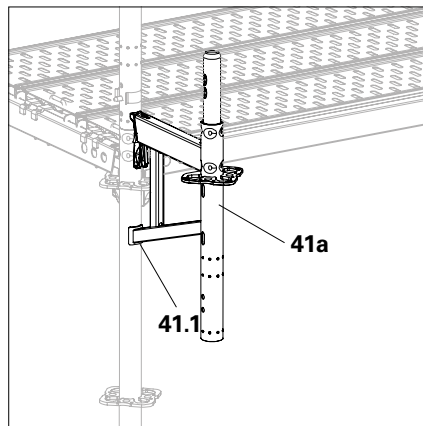

Abb. A6.02
1. Konsole (**41a**) in Rosette von Vertikalstiel oder Kopfstiel rechtwinklig zum Gerüst einhängen. Die Halbschale (**41.1**) muss am Vertikalrohr anliegen. (Abb. A6.02)